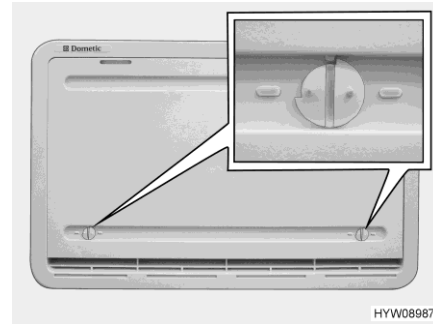

Bild 185 Winterabdeckung (Kühlschrank-Lüftungsgitter)
Die Winterabdeckungen (Bild 185) schützen das Kühlaggregat vor kalter Luft. Winterabdeckungen vor beide Kühlschrank-Lüftungsgitter setzen, wenn die Außentemperatur unter +10 °C sinkt (sowohl bei Gas- als auch bei Elektrobetrieb).
- Beide Verriegelungen (Bild 185) öffnen (Nut steht waagrecht).